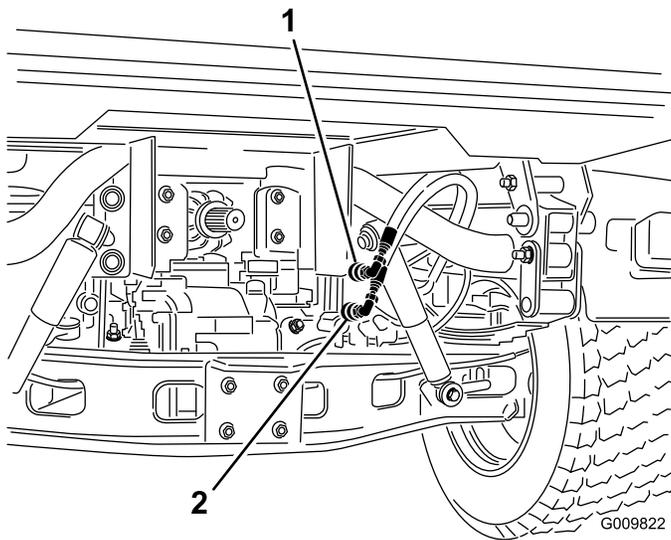

Figure 92
2. Sur les deux véhicules, débranchez les 2 flexibles à raccords rapides des flexibles fixés au support de raccord (Figure 92).